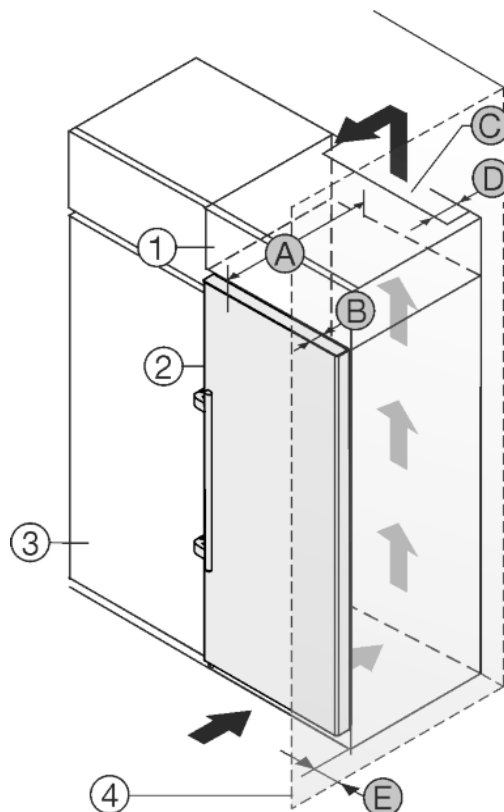

Fig. 19
L'apparecchio può essere incassato in mobili da cucina. Per adattare l'apparecchio Fig. 19 (2) all'altezza della cucina componibile, è possibile applicare sopra l'apparecchio un mobile da appoggio Fig. 19 (1).
L'apparecchio può essere installato direttamente accanto al mobile da cucina Fig. 19 (3). Per poter aprire completamente la porta, l'apparecchio deve sporgere almeno della profondità Fig. 19 (B) rispetto alla parte anteriore del mobile da cucina. L'apparecchio può sporgere ulteriormente a seconda della profondità dei mobili da cucina e dell'uso di distanziatori a parete.
- Sul retro del mobile da appoggio deve essere presente un vano di uscita dell'aria con profondità Fig. 19 (D) sull'intera larghezza del mobile da appoggio.
- Sotto al soffitto del locale deve essere rispettata la sezione di ventilazione Fig. 19 (C).
Se l'apparecchio è installato con le cerniere accanto ad una parete Fig. 19 (4), deve essere rispettata la distanza Fig. 19 (E) tra apparecchio e parete, che corrisponde alla sporgenza della maniglia con la porta aperta.